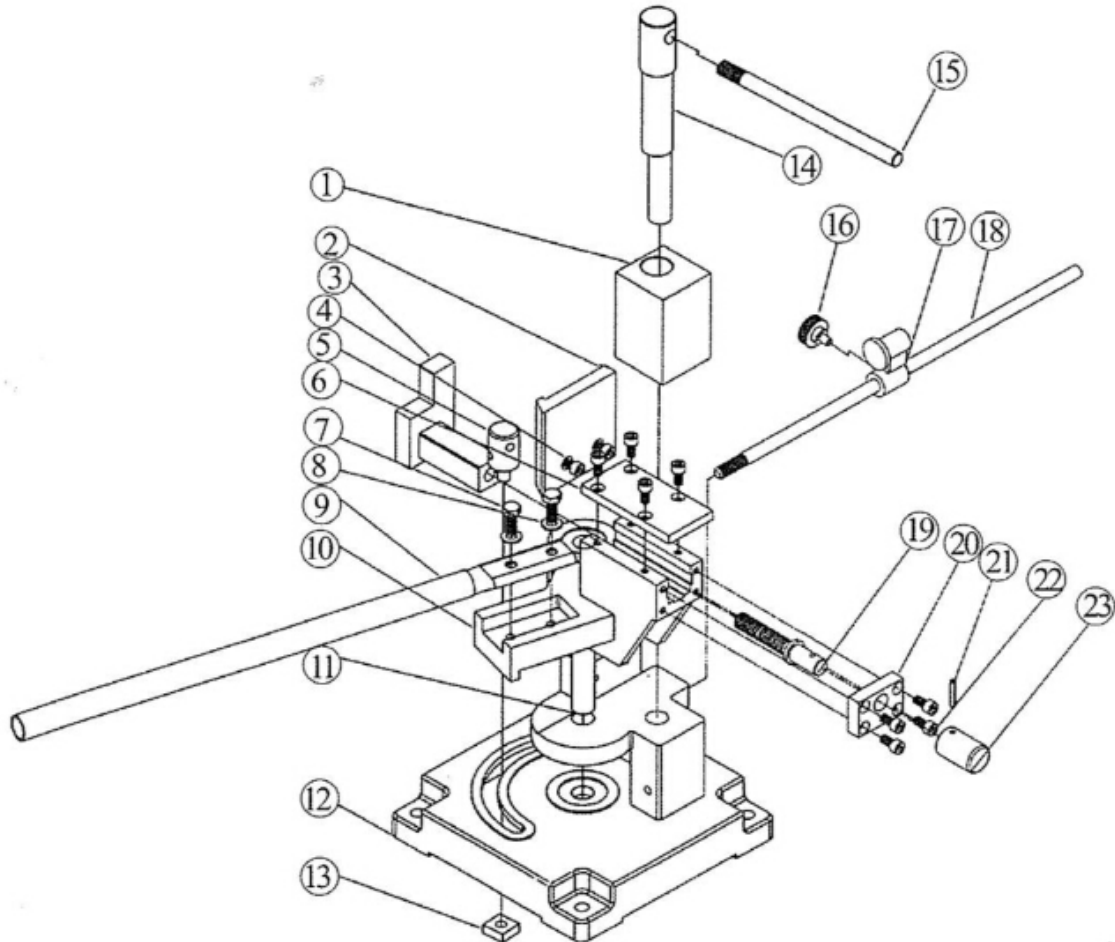

Abb. 2: Ersatzteilzeichnung WB 100
Schritt 1: Fixieren Sie das Gerät auf eine stabile Werkbank. Schrauben Sie den Biegearm Nr. 9 (Abb.2) mit den dazugehörigen Schrauben an den Drehkopf des Winkelbiegers.
Schritt 4: Montieren Sie den Griff Nr. 15 (Abb.2) an die Exzenterwelle Nr. 1
Schritt 5: Stellen Sie das Gerät auf den Winkel des zu biegenden Werkstückes ein und schrauben den Anschlag Nr. 5 (Abb.2) mit der Vierkantmutter Nr. 13(Abb.2) fest.
Schritt 1: Setzen Sie das zu bearbeitende Werkstück in den Schlitten Nr. 3 (Abb.2) ein.
Schritt 2: Spannen Sie es mit dem Spanngriff Nr. 23 (Abb.2) fest.
Schritt 3: Betätigen Sie den Griff Nr.9 (Abb.2). Dadurch schwenkt sich der Drehkopf Nr.10 (Abb.2) zum Biegen.